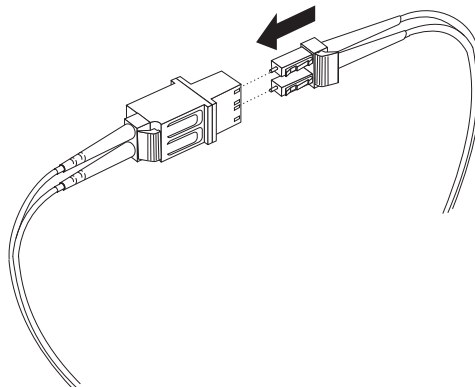

Figura 26. Conectando um Cabo LC-LC no Adaptador de Cabo LC-SC
4. Insira cuidadosamente a outra extremidade do cabo LC-LC na extremidade do conector LC do adaptador do cabo LC-SC, conforme mostrado na Figura 26. Empurre o conector até que ele se encaixe no lugar.